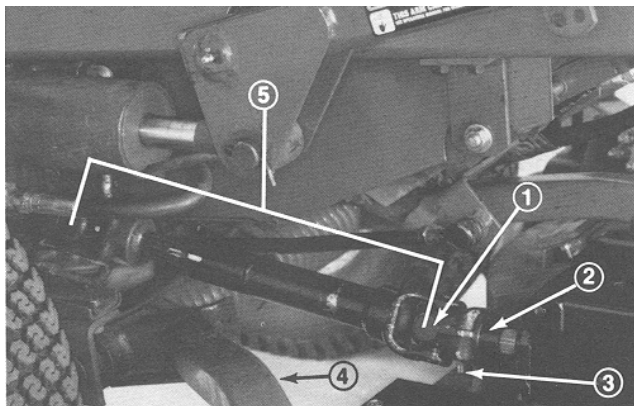

Figure 26
3. Enlevez la goupille cylindrique de la chape et de l'arbre d'entrée du boîtier d'engrenages (Fig. 26). Desserrez également les vis d'assemblage et contre-écrous. Déposez la chape de l'arbre d'entrée. Si vous avez l'intention d'utiliser le groupe de déplacement sans le plateau de coupe, faites sortir la goupille cylindrique de la chape à l'arbre pivotant de la PDF et retirez tout l'arbre universel du groupe de déplacement.
5. Demandez à quelqu'un de pousser le bras de poussée droit vers le bas pendant que vous retirez les vis d'assemblage, les rondelles plates, les rondelles-frein et les écrous fixant le support de rotule au bras pivotant du plateau de coupe (Fig. 26). L'autre personne peut ensuite laisser prudemment le bras de poussée remonter, de façon à libérer progressivement les 445 N de tension du ressort.